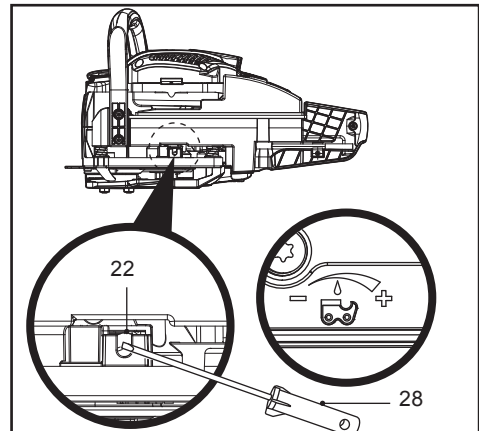

Fig. 13
3. Reglează debitul de ulei de lanț rotind șurubul de reglare a debitului (22) din partea de jos a produsului folosind șurubelnița (28) (Fig. 13). Rotește șurubul de reglare a debitului (22) în sens antiorar pentru a scădea debitul de ulei și în sens orar pentru a-l mări.